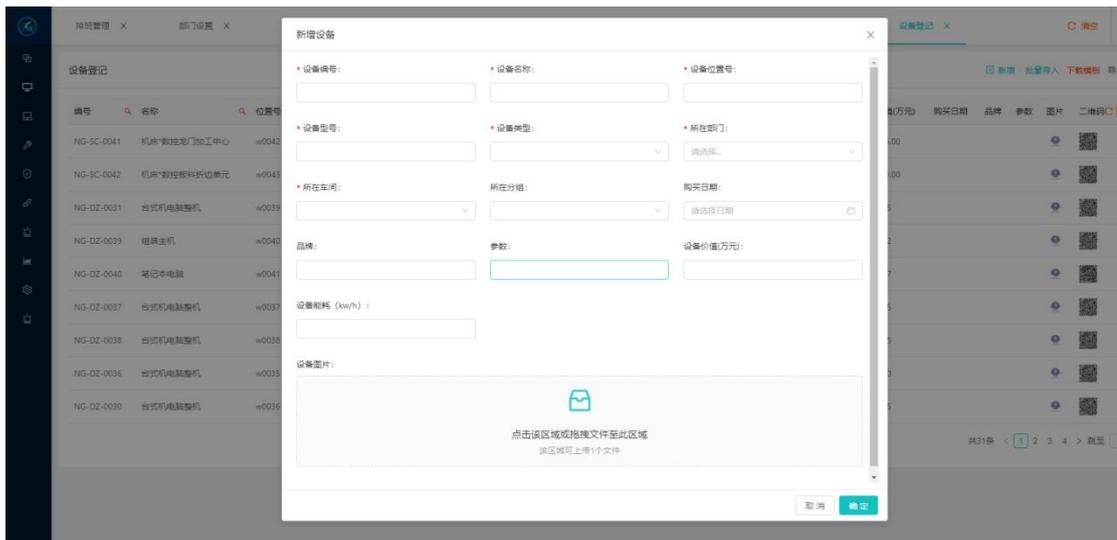

图 9.3 设备新增页面
- (1) 点击“新增”按钮出现如图 9.3 设备新增页面，红色“*”的为必填项目